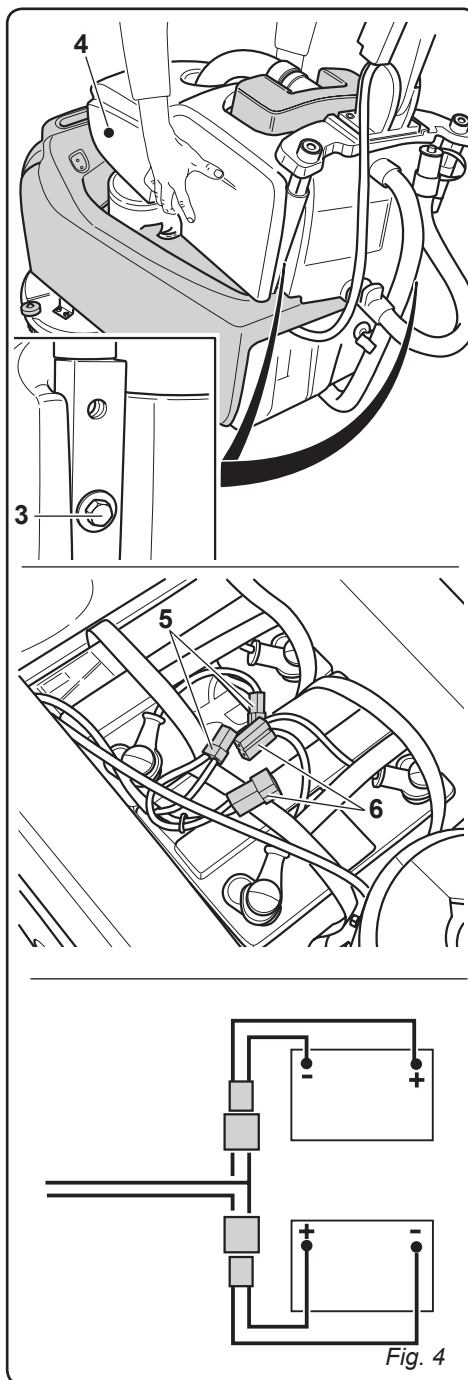

Fig. 4
3.1.b - Conexão das baterias (apenas para a versão CB) (Fig. 4)
- Desparafuse os parafusos (3) que mantêm o tanque fechado (4) junto à alça de apoio.
- Remova o tanque (4) de água e ligação pinos recuperados (5) e (6) da mesma cor da bateria (vermelho com vermelho / cinza com cinza).
- Monte novamente o reservatório (4) de água.